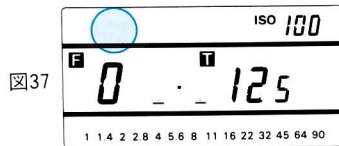

図37
1. 測定の準備にしたがって、測定できる状態にセットします。(P9～P14参照)(図37)